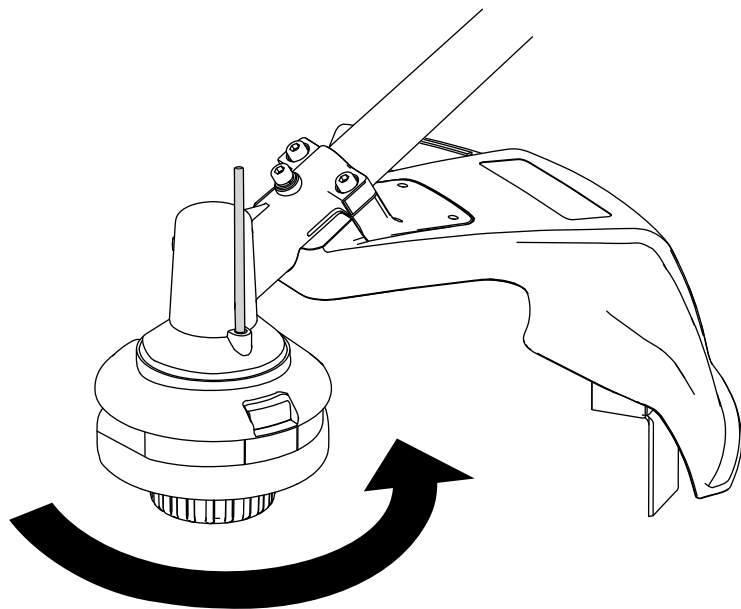

Figura 14
3. Con el cabezal de la desbrozadora inmovilizado por la herramienta, gire el cabezal de la desbrozadora en sentido antihorario para retirarla del espárrago roscado de la caja de engranajes (Figura 14).